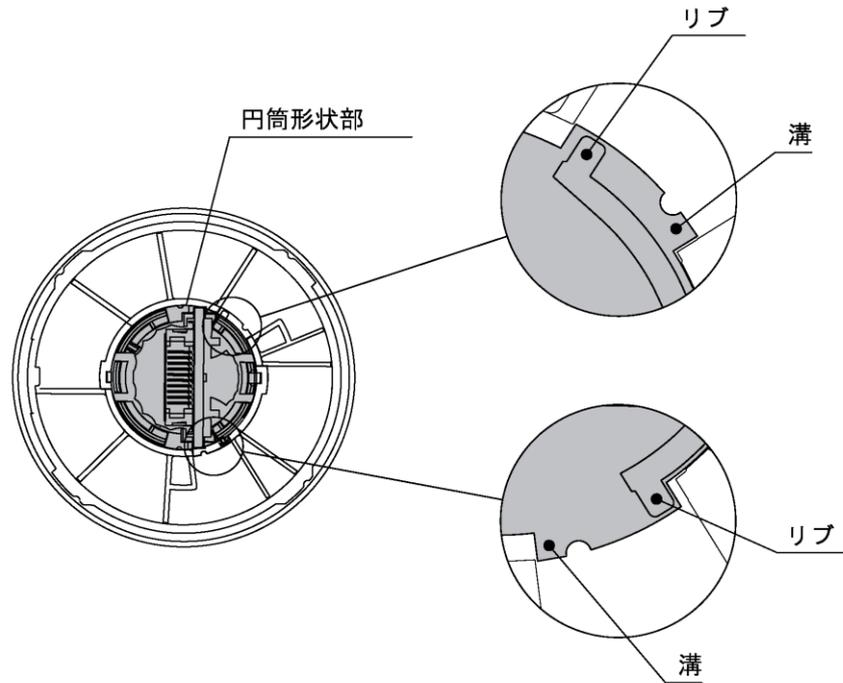
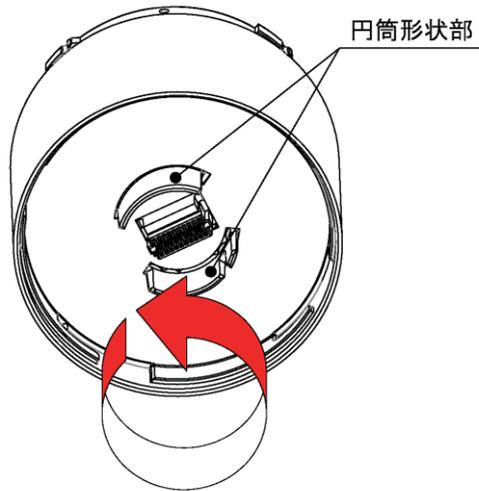

図 1
図.2
- ◇ LEDユニットが本製品にうまく取り付けられない場合は、LEDユニット上面の円筒形状部のリブが溝にはまっているか、ご確認ください。図1のようにリブが溝から外れている場合は図2を参照して取り付けてください。また、LEDユニットを本製品から取り外した際、取り外し方によっては図1のようにリブが溝から外れてしまう場合があります。この状態で再度取付けをおこなった場合、破損する恐れがあります。
- ・ 底面中央の円筒形状部を反時計回りに回してください。(図.2 参照)